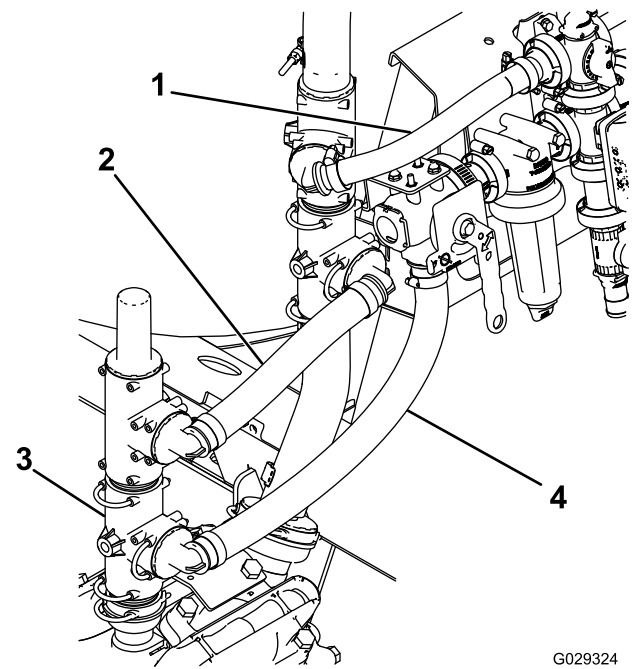

Figura 5
6. Rode 45° o T do tubo perto da válvula do misturador e instale o novo tubo de distribuição (Figura 5).
7. Retire o T horizontal do tubo do lado do T da bomba e ligue-o à parte superior do T da bomba (Figura 5).
8. Ligue o tubo de alimentação ao lado do T da bomba e à parte inferior da válvula do misturador (Figura 5).
9. Ligue uma extremidade do tubo de descarga ao T superior da bomba e a outra ao T inferior perto do misturador (Figura 5).